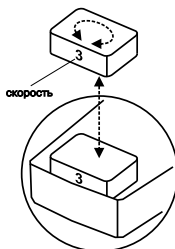

Рис.5. Переключение скорости трехфазного насоса.
6.3.4. Для переключения скорости трехфазного насоса необходимо вынуть переключатель из разъема и установить его таким образом, чтобы цифра с обозначением скорости была видна через прозрачное окно на корпусе насоса (см. Рис.5). Переключатель скорости у трехфазного насоса находится под защитной крышкой.